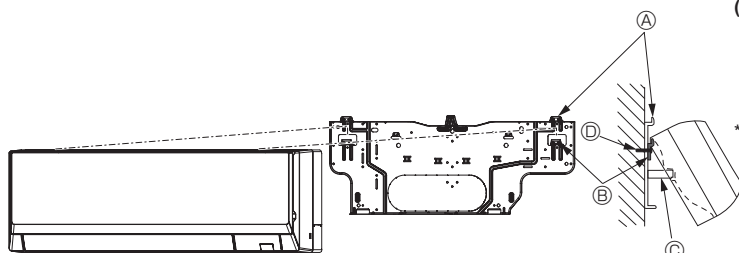

Fig. 3-12
- Si la unidad interior no puede colgarse y levantarse con el gancho normal (las dimensiones de 2.1. ⊗ (el espacio entre el techo y la unidad) son como máximo de 75 mm, 2-61/64 pulgadas), cuelgue la unidad en el gancho inferior para la tubería izquierda. (Fig. 3-12)
#### (Fig. 3-12)